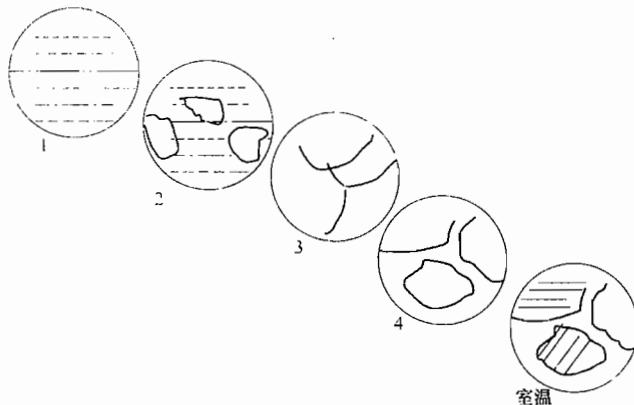

图 16-4 第四题第 9 小题解答图
(1) 包晶转变:  $L + \delta \rightarrow \gamma$ ; 共晶转变:  $L \rightarrow \gamma + Fe_3C$ ; 共析转变:  $\gamma \rightarrow \alpha + Fe_3C$ 。
(2) 如图 16-4 所示: 1) 从熔体首先按匀晶转变, 结晶出奥氏体; 2) 熔体全部转变为奥氏体; 3) 奥氏体析出二次渗碳体; 4) 有珠光体出现。室温时的组织组成: 二次渗碳体和珠光体; 相组成:  $\alpha$  和  $Fe_3C$ 。